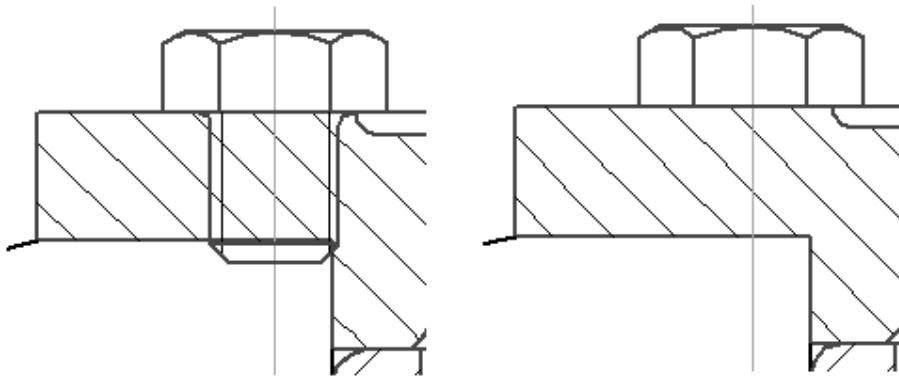

Рис. 2.106. Формирование изображения фиксирующего винта: вставка винта из конструкторской библиотеки (а), удаление лишних линий (б)
3. Снова откройте конструкторскую библиотеку и перейдите в раздел БОЛТЫ > БОЛТЫ НОРМАЛЬНЫЕ, в котором дважды щелкните на строке Болт ГОСТ 7798—70. Установите диаметр винта – 12 мм, длину – 14 мм (наименьшую возможную, так как нарезную часть болта все равно придется удалять с чертежа), установите переключатель в положение Вид и флагок Ось рисовать. Вставьте изображение болта в чертеж, зафиксировав его в точке пересечения одной из вспомогательных прямых (например, для ведущего вала) и линии наружной поверхности крышки подшипника (рис. 2.106, а). Используя инструмент Усечь кривую панели Редактирование, удалите по очереди ненужные линии с изображения винта, оставив только шапочку (рис. 2.106, б). Напомню, что для удаления кривой при помощи команды Усечь кривую необходимо подвести указатель к кривой и, когда она подсветится красным цветом, щелкнуть на ней кнопкой мыши.